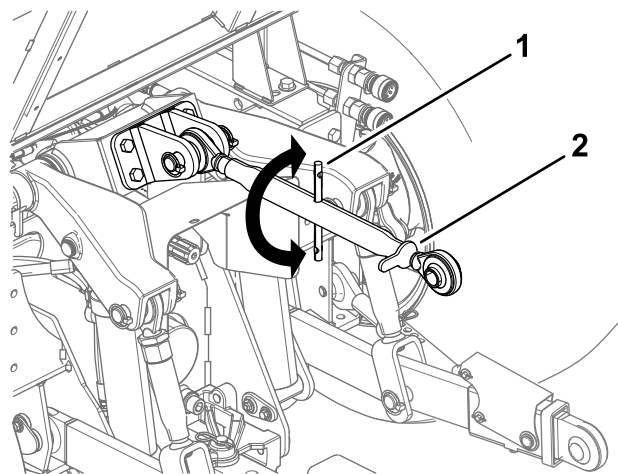

Figura 22
- Afloje la contratuerca del brazo superior (Figura 22).
- Apriete la contratuerca (Figura 22).